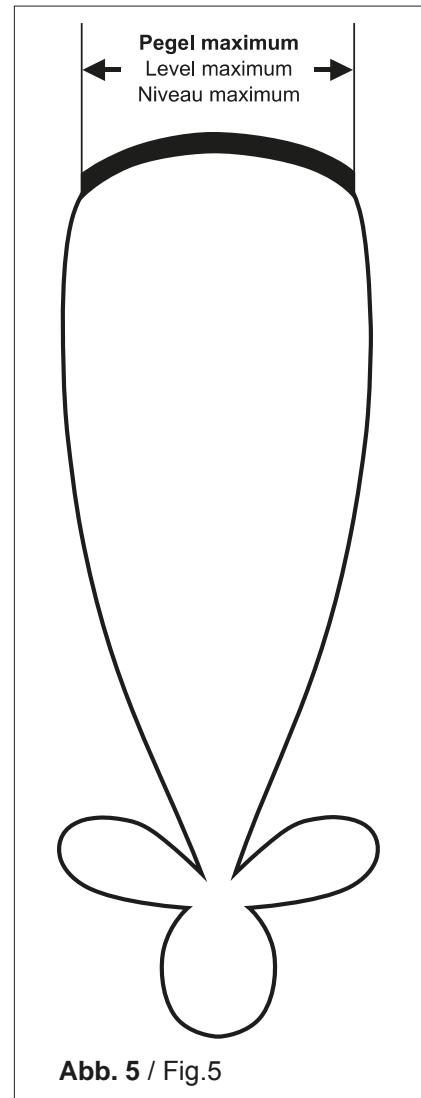

Abb. 5 / Fig.5
2. Durch Drehen über die Azimut-Achse Satelliten suchen (siehe beiliegende Azimut-/Elevationstabelle) und auf Maximalanzeige einstellen (bei Verwendung eines Kathrein- Satelliten-Messemmpfängers MSK ...). Steht kein Messemmpfänger zur Verfügung, auf beste Signalstärke/-qualität einstellen (siehe Abb. 5 und Text).
2. Tune to wanted satellite (see enclosed azimuth/elevations table) by turning the antenna around the azimuth axle until max. signal level is obtained (if a Kathrein signal meter MSK... is used), or until best signal strength/quality is reached (without signal meter) (see fig. 5).
6. Continue as described in section "Cable connection" (item 2).
2. Rechercher un satellite (voir tableau azimut/élévation livré avec la tête) en tournant l'antenne autour de son axe Azimut jusqu'on a trouvé le niveau le plus élevé (en cas d'utilisation d'un mesureur de champ satellite Kathrein (MSK...) ou jusqu'à l'on a obtenu la meilleure intensité/qualité du signal (alignement sans mesureur de champ satellite) (voir fig. 5).